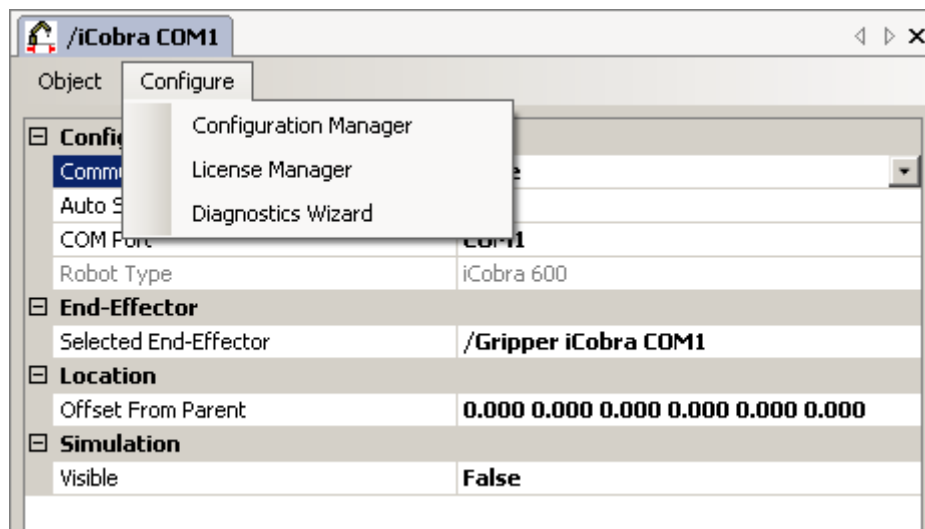

Figure 13 : sélectionner le Wizard
2. Dans l'éditeur Objet, sélectionnez **Configure > Configuration Manager** (voir la **figure 13**). L'écran suivant s'ouvre :